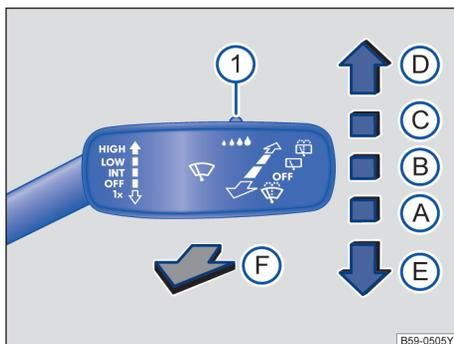

图 84 操作车窗玻璃刮水器。
- ① 使用开关→图 84①调节雨量传感器的灵敏度。
- 向下短按车窗玻璃刮水器操作杆 → 图 84 **E**。